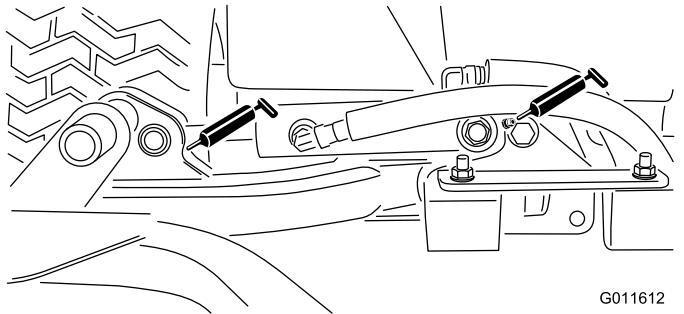

Figura 47
- Cilindros do braço de elevação da unidade de corte (2 cada) – Figura 47
- Articulações do braço de elevação (1 cada) – Figura 47